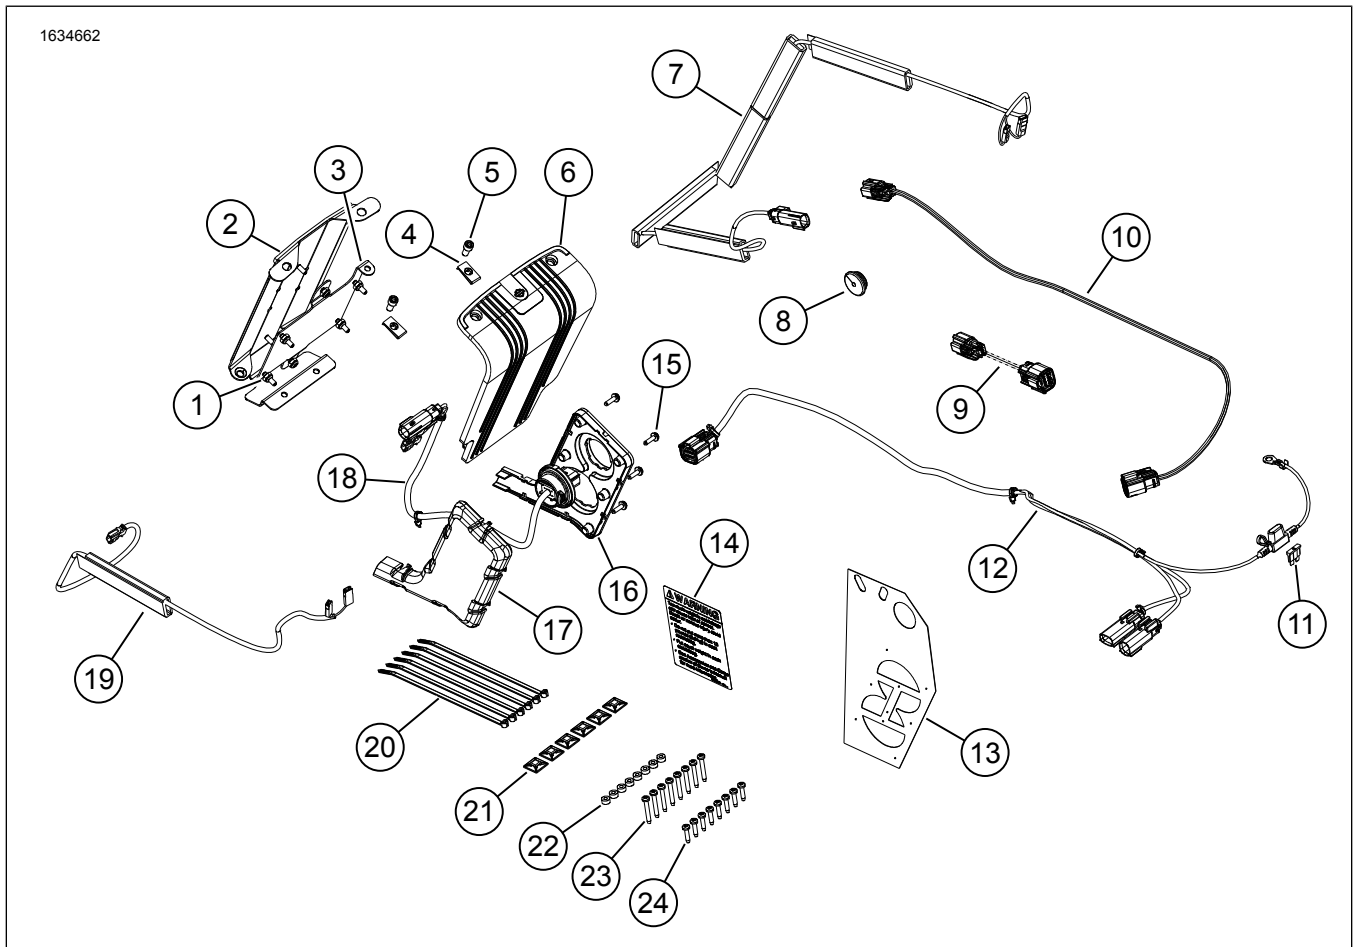

Figura 1. Conteúdo do kit: Áudio Bluetooth - com tecnologia Rockford Fosgate
3. Figura 1 Instale a etiqueta de capacidade do alforge (14).